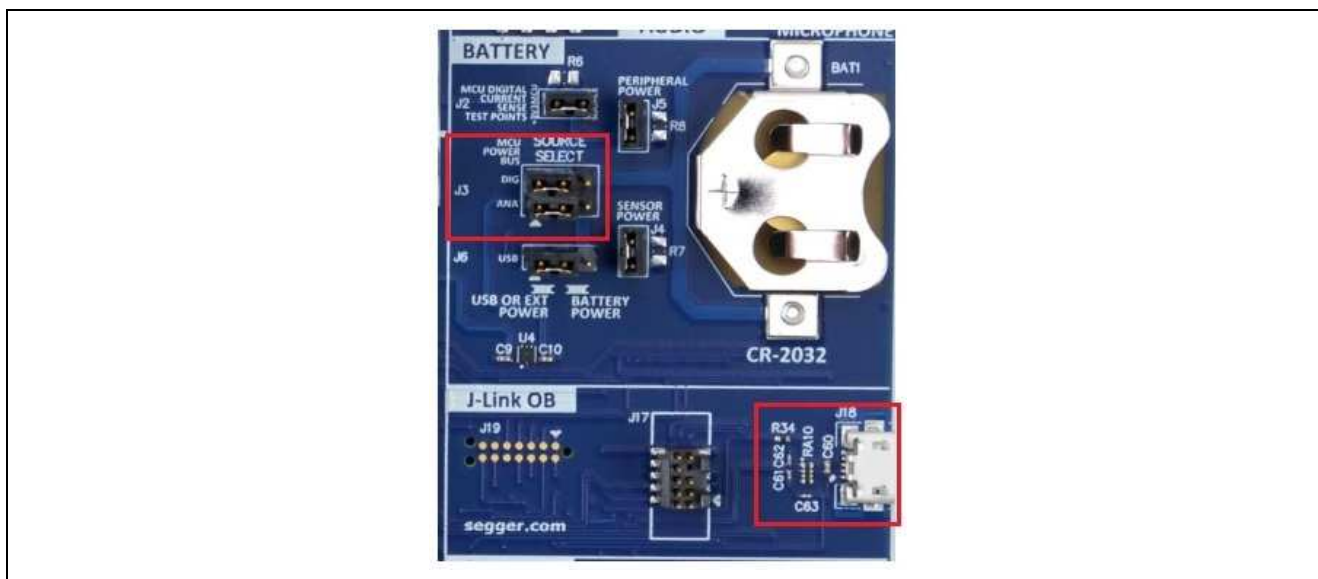

図 4.1 電源設定（上側）と-Link OB 接続（下側）
1. 図 4.1 に示すように、バッテリーのそばのジャンパ J3 が 2 つのジャンパ線で 1-3 と 2-4 を接続するようになっていることを確認してください。
2. マイクロ USB ケーブルを使い、DK-S124 の J18 にある JLink-OB を PC と接続してください。（図 4.1）